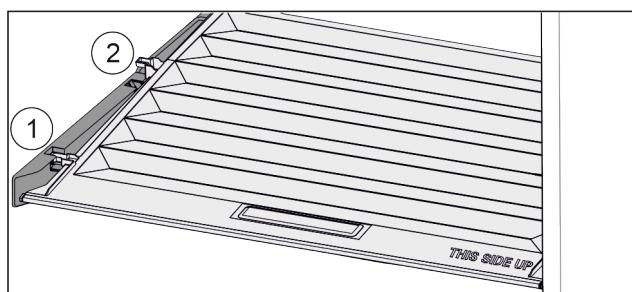

Fig. 94
- Кришку до отвору в деталях для підтримки потягнути вперед Fig. 94 (1).
- Підняти ззаду знизу та вийняти Fig. 94 (2) вгору.